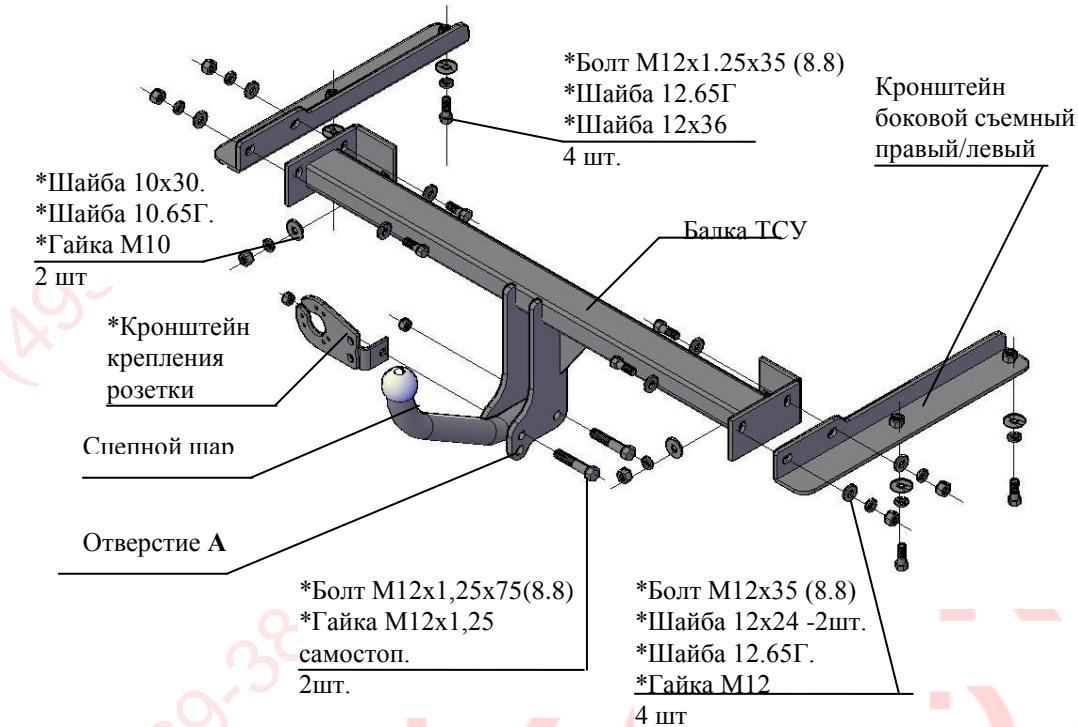

Рис.1 Тягово-сцепное устройство 9931
2.1 ТСУ 9931 в сборе (рис.1)	1 шт.
2.2 Пакет с комплектующими (см. рис.1)	1 шт.
4.3 Установить боковые съемные кронштейны ТСУ (правый и левый соответственно рис.1) внутрь лонжеронов а/м, закрепить к нижним полкам болтами M12x1,25x35, (используя приварные гайки), под головки болтов подложить шайбы 12.65Г и шайбы 12x36. Крепеж не затягивать.